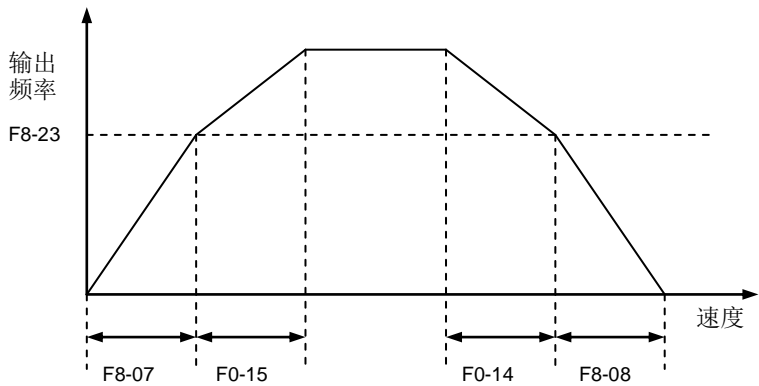

图 6-30 加减速切换频率
- F8-23: 设定加、减速度自动切换时的频率点，如图 6-30 所示。